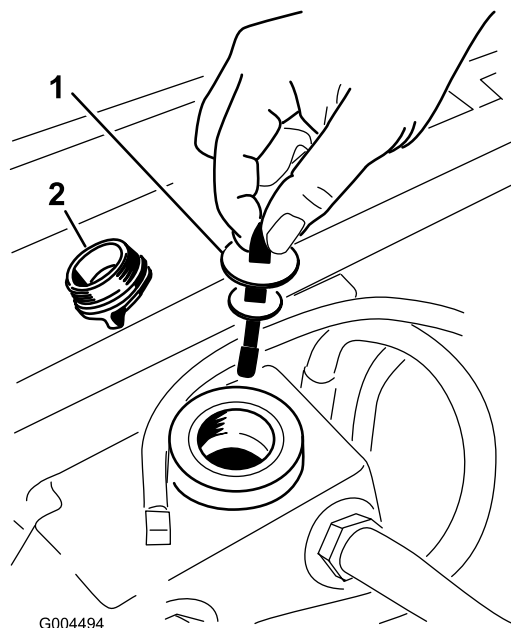

Figure 92
5. Enlevez le bouchon du goulot de remplissage du réservoir hydraulique (Figure 92).
6. Retirez la jauge et essuyez-la sur un chiffon propre (Figure 92).
7. Remettez la jauge dans le goulot de remplissage, ressortez-la et vérifiez le niveau de liquide (Figure 92).